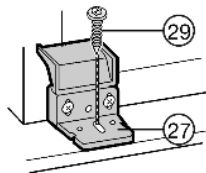

Fig. 24
- ▶ Door het langsgat van de kunststof hoek Fig. 24 (27) met lange schroef Fig. 24 (29) vormmonteren.
- ▶ Klap de afdekking van de kunststof hoek Fig. 24 (27) dicht.